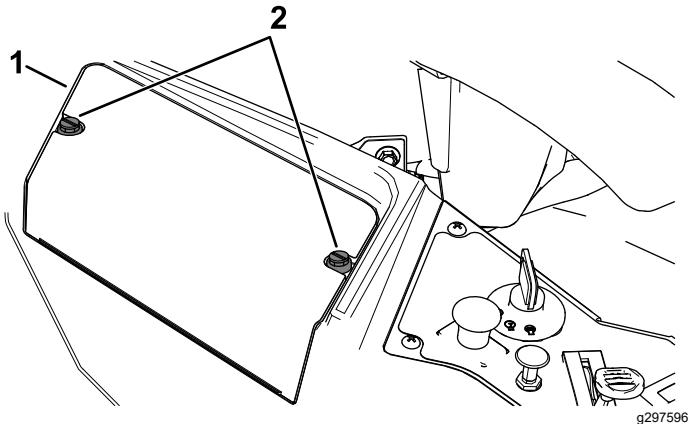

Figure 42
3. Desserrez les 2 fixations sur le couvercle de la batterie en les tournant de un quart de tour dans le sens antihoraire, et déposez le couvercle (Figure 42).
6. Reposez le couvercle de la batterie en appuyant dessus et en serrant les 2 fixations dans le sens horaire (Figure 42).